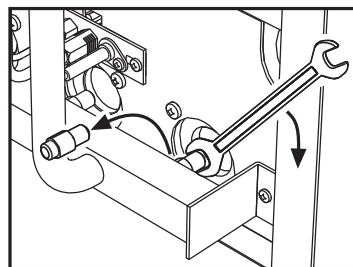
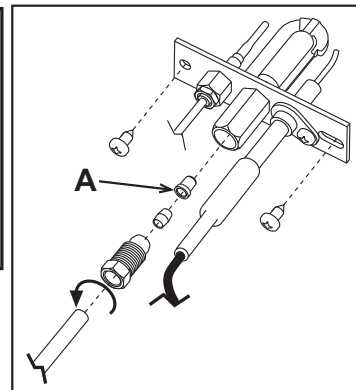

fig. 4
fig. 5
2. Sostituire gli ugelli al bruciatore principale (fig. 4) e al bruciatore pilota (A - fig. 5), inserendo gli ugelli indicati in tabella dati tecnici al cap. 5, a seconda del tipo di gas utilizzato.